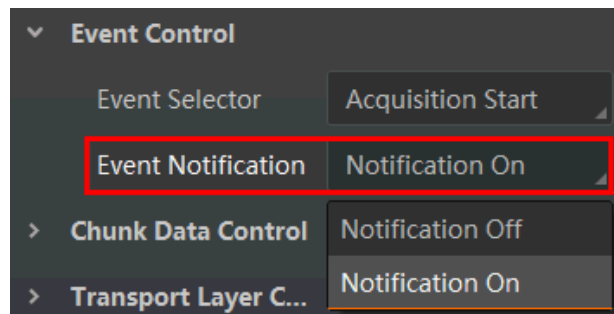

图8-6 设置事件通知状态
2. 设置 *Event Notification* 为 *Notification On*，如图 8-6 所示。